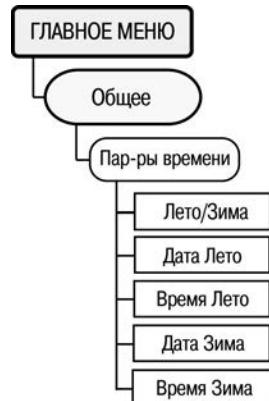

Рисунок 6.23
6.13.3 Для задания временных параметров (переключений по времени), определяющих функционирование прибора, служит пункт меню //**Общее/Пар-ры времени** (рисунок 6.23).